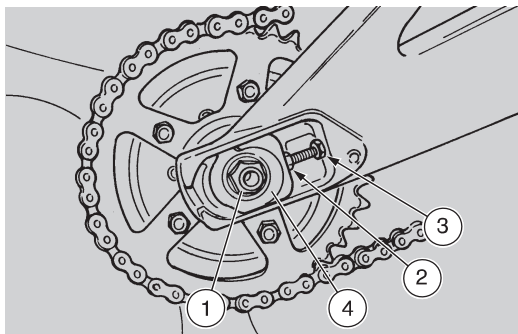
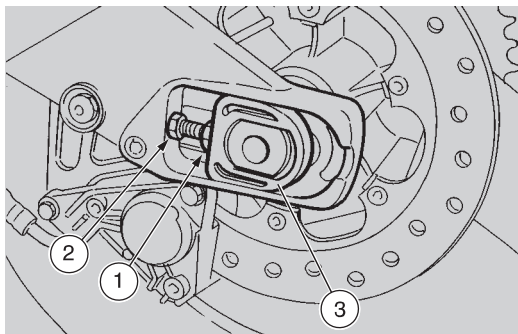

Fig. 32
Fig. 33
- desserrer l'écrou de fixation du pivot de la roue arrière (1 - Fig. 32);
- desserrer les deux contre-écrous des dispositif de réglages droit (2 - Fig. 32) et gauche (1 - Fig. 33), qui se trouvent près de l'axe de la roue arrière;
- agir sur le dispositif de réglage de droite (3 - Fig. 32) et sur celui de gauche (2 - Fig. 33), en faisant attention que les repères fixes qui se trouvent sur le bras oscillant, coïncident sur les deux côtés avec la marque imprimée sur les plaquettes mobiles (4 - Fig. 32 - 3 - Fig. 33);